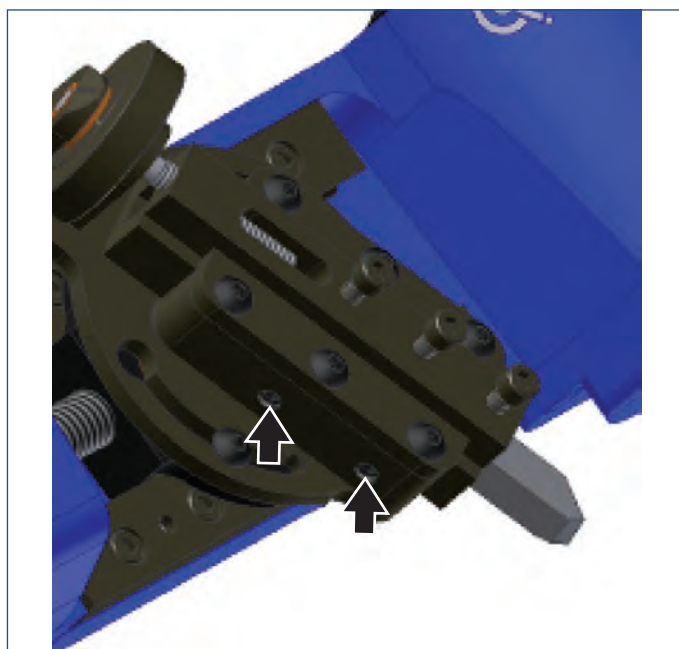

Рисунок 8
6. Установочными винтами полностью устраним любой перекос головки (см. рисунок 8). Слегка подтяните или ослабьте установочные винты так, чтобы рукоятка регулировки глубины вращалась с легким усилием.
Установочные винты слатунными наконечниками (см. рисунок 8).